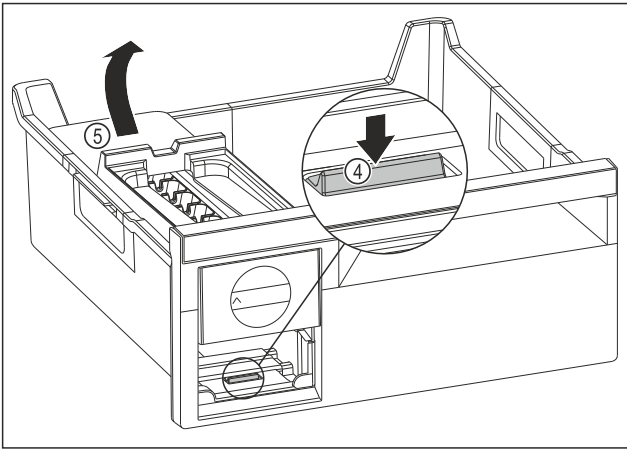

Fig. 74
- ▶ EasyTwist-Ice-Korpus entnehmen: Lasche Fig. 74 (4) mit Finger nach unten drücken und gleichzeitig mit der anderen Hand den EasyTwist-Ice-Korpus Fig. 74 (5) von hinten anheben.